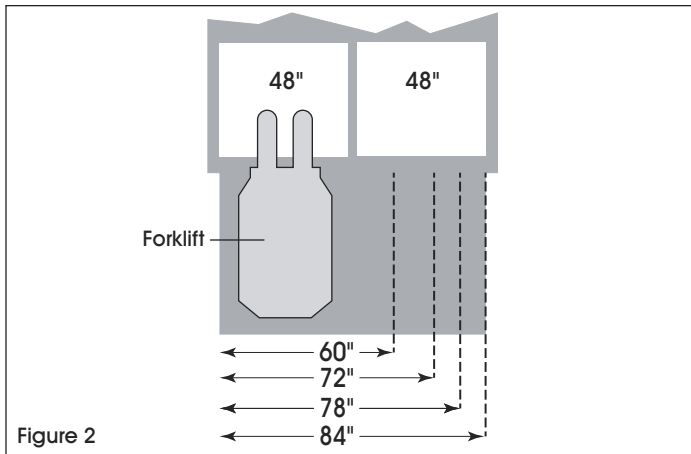

Figure 2
1. The dockboard width should exceed the overall width of the pallet or vehicle used by at least 12-18". Wider boards allow for improved mobility and efficiency. (See Figure 2)
1. La largeur du pont de liaison doit excéder de 12 à 18 po la largeur de la palette ou du véhicule utilisé. Un pont plus large offre plus de mobilité et plus d'efficacité. (Voir Figure 2)